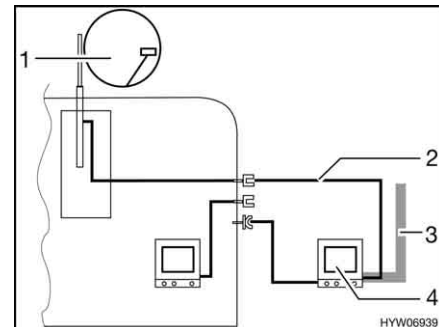

Fig. 192 TV nella tenda veranda
- TV nella tenda veranda (Fig. 192,4): Collegamento all'antenna del tetto (Fig. 192,1) con cavo di collegamento (Fig. 192,2)
- TV nella tenda veranda (Fig. 192,4): Collegamento a antenna esterna (Fig. 192,3)